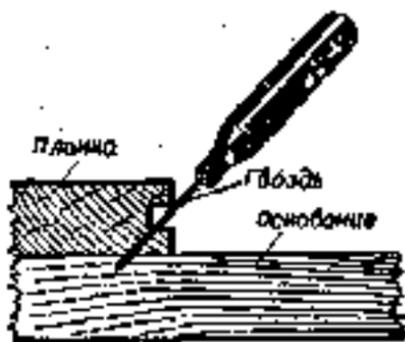

Рис. 219. Забивание гвоздей до-быванием.
5. Уложить по обеим сторонам шнура маячную елку, начиная работу с одного конца (рис. 218). Паркетные планки вначале соединить по продольной стороне, а затем по торцу при помощи молотка с подкладкой из твердой древесины. Планки прибивают гвоздями длиной 40 мм и толщиной 1,6 мм. Гвозди располагают наклонно и окончательно забивают добойником (рис. 219). На планку длиной 150 мм нужно два гвоздя, причём один забивается в торец. На 300-миллиметровую планку потребуются три гвоздя, из них один в торец. Чтобы планки не раскололись, в них иногда сверлят отверстия.